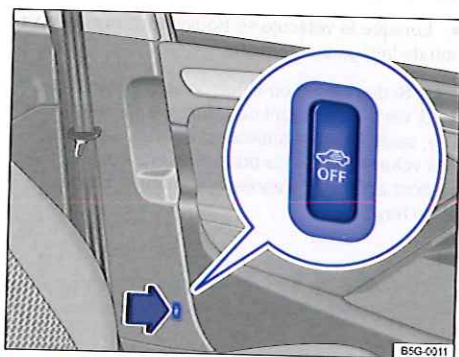

Fig. 32 À côté du siège du conducteur : touche de désactivation de la protection volumétrique et de la protection anti-soulèvement.
Si vous avez désactivé la protection volumétrique et la protection anti-soulèvement à l'aide de la touche  $\Rightarrow$ fig. 32, vous pouvez réactiver la protection volumétrique et la protection anti-soulèvement en actionnant une nouvelle fois la touche . Le témoin de contrôle jaune s'éteint alors.
Pour pouvoir procéder à la désactivation, l'éclairage d'orientation intégré à la touche  doit être allumé $\Rightarrow$ fig. 32. Pour activer l'éclairage d'orientation, retirez la clé du contact-démarrreur et ouvrez la porte du conducteur.
- Appuyez sur la touche  $\Rightarrow$ fig. 32. Un témoin de contrôle jaune reste allumé dans la touche jusqu'à ce que le véhicule soit verrouillé.